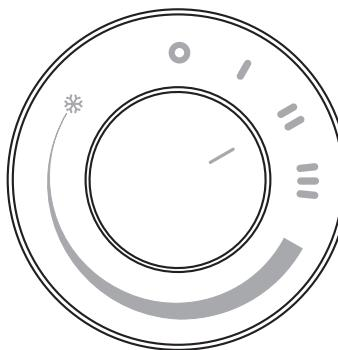

fig. 3
- Para activar la función POTENCIA MEDIA, gire el mando de tal forma que la referencia "I" quede alineada con el símbolo "II" del panel de mandos (Fig. 3).